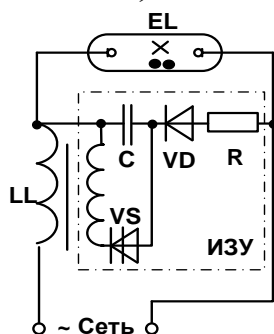

Рис.4.1. Типовая схема включения натриевой лампы типа ДНаТ.
2. По типовой схеме включения натриевой лампы рис.4.1 уяснить основные блоки и узлы, их назначение и принцип работы.
3. Соберите схему рис.4.1 с включением необходимых измерительных приборов и под наблюдением преподавателя проведите испытания и снимите пусковые характеристики натриевой лампы $I_{\text{л}} = f_1(t)$, $U_{\text{л}} = f_2(t)$, $P_{\text{л}} = f_3(t)$, $E_{\text{к}} = f_4(t)$.
На рис.4.1. Представлена типовая схема включения натриевой лампы высокого давления типа ДНаТ. Для обеспечения включения лампы **EL** в схеме предусматривается импульсное зажигающее устройство (ИЗУ), которое в начальный период включения лампы вырабатывает высокочастотные импульсы частотой 500 Гц и напряжением до 4,5 кВ, которые прикладываются к лампе и обеспечивают её разжигание, после чего блок ИЗУ отключается.